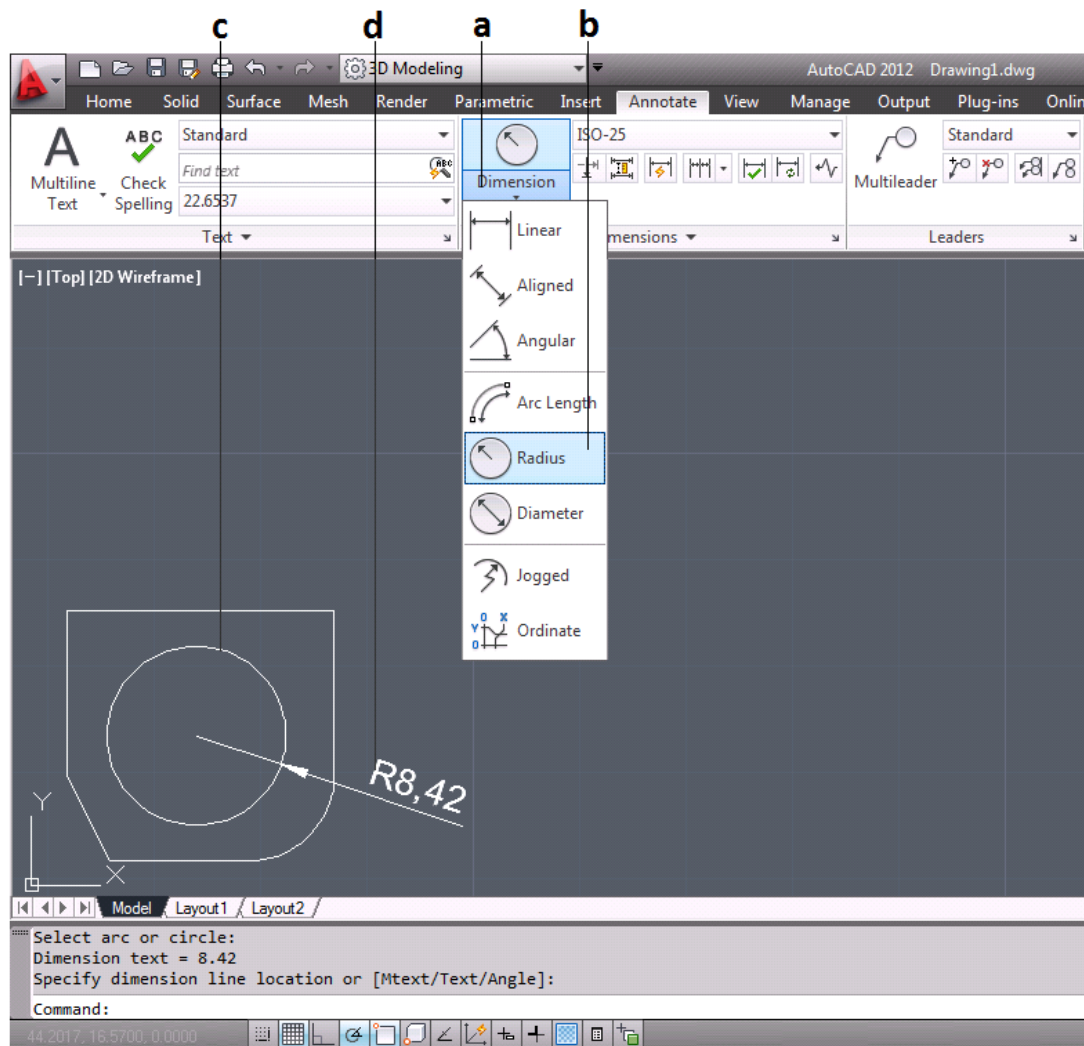

Figura 3.70 Acotado "Radio"
- Se da clic sobre el icono Dimensión [Dimension] para desplegar la lista de tipos de Cotas (figura 3.70).
- Se selecciona la herramienta Radio [Radius] de la lista de tipo de cotas (figura 3.70).
- Se selecciona el arco o Circulo que se quiera acotar (figura 3.70).
- Con el puntero se indica donde se localizara la cota (figura 3.70).